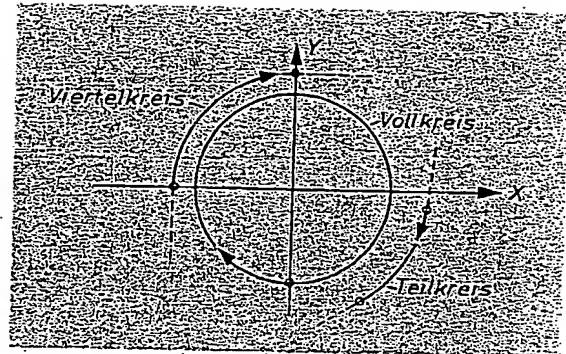

Bild 8: Zirkular- oder Kreisinterpolation.
6.2 Zirkular- oder Kreisinterpolation (Bild 8)